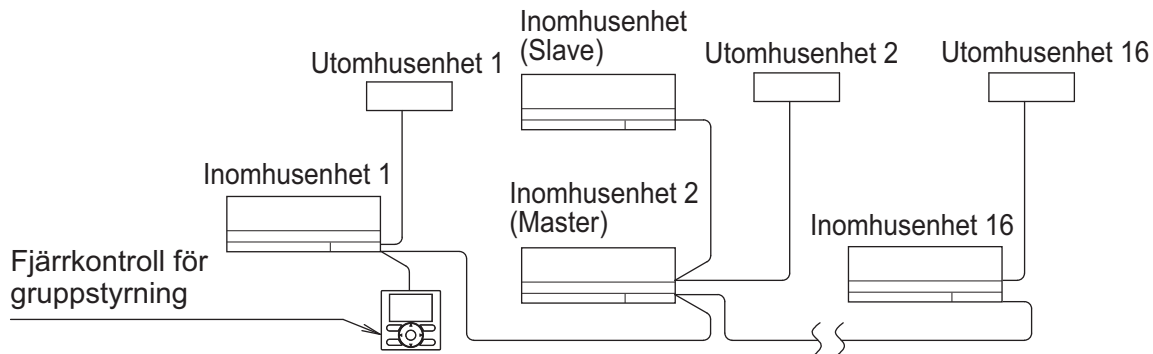

Bild 28
- Vid användning som parenhet eller huvudenhet för samtidig multidrift kan du samtidigt starta/stoppa (gruppstyra) upp till 16 enheter med fjärrkontrollen. **(Se bild 28)**